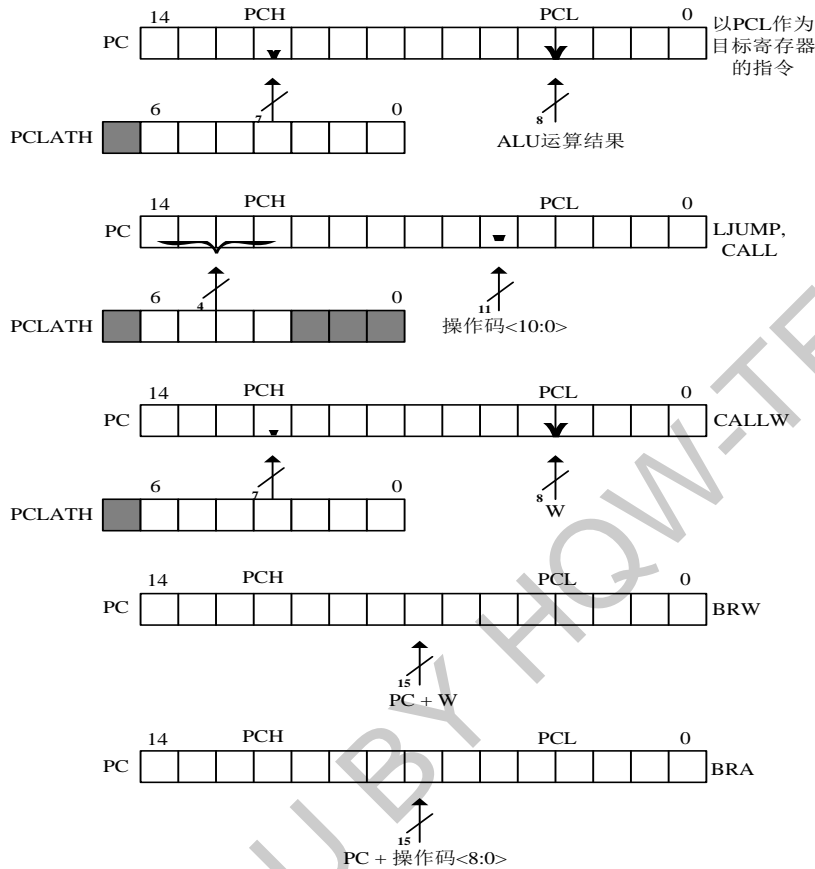

图3-3
程序计数器 (PC) 为 15 位宽。其低字节来自可读写的 PCL 寄存器，高字节 (PC<14:8>) 来自 PCLATH，不能直接读写。任何复位都将清零 PC。图 3-3 显示了装载 PC 值的 5 种情形